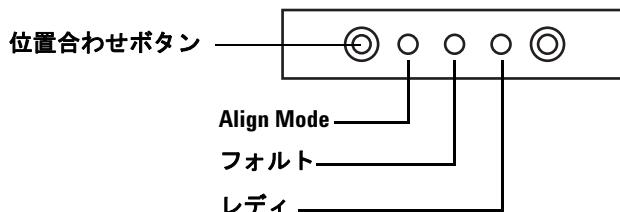

図 78 サンプルトレイの位置合わせ
- 細長い道具（ペン先など）を使って、インジケータライトの左にある、くぼんだ位置合わせボタンを押します。くぼんだ穴の中にあるボタンの後ろや周辺を触らないよう注意してください（図 78）。